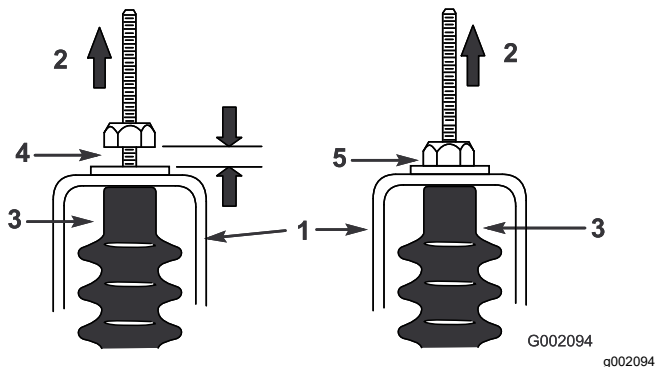

Figura 46
- Tirate verso l'alto ciascun cavo del cambio e verificate che vi sia un gioco di 0,76–1,52 mm tra il dado con rondella e la staffa di folle (Figura 46).